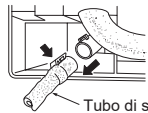

Figura 2
- Per facilitare il deflusso dello scarico, il tubo di scarico deve essere rivolto verso il basso. (Figura 2)
- 3) Estrarre il tubo di scarico sul lato posteriore sinistro dell'unità interna. (Figura 2)